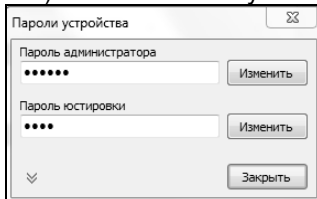

Рисунок 3
10.2 Для настройки протокола связи устройства нажать кнопку "Сервис" → "Изменить протокол устройства". После попытки применить какие-либо изменения программа предложит ввести пароль администратора, нажать кнопку "Да". В появившемся окне ввести пароль (заводское значение – "123456") и нажать кнопку "Закрыть" (рисунок 3).